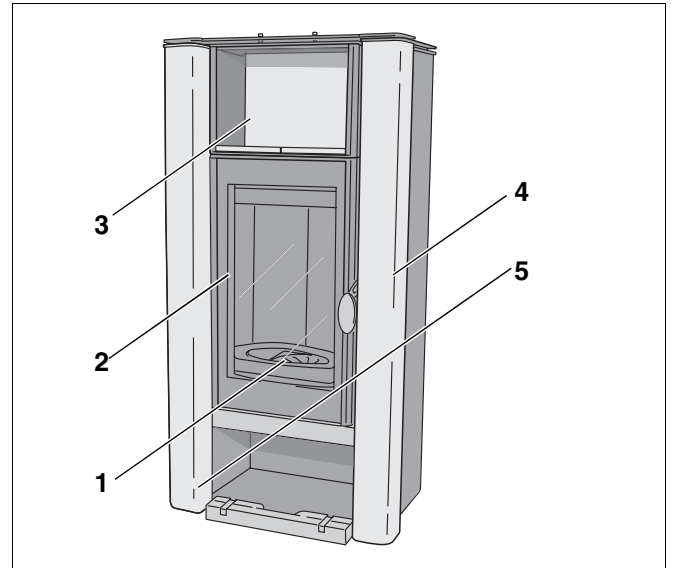
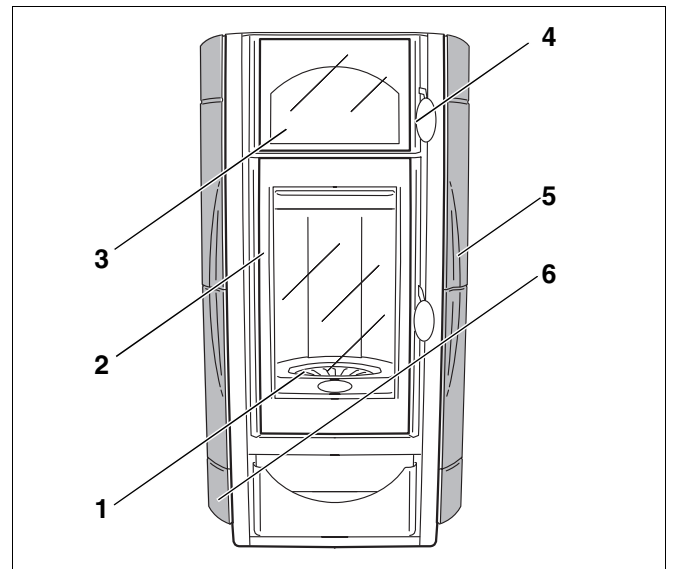

Abb. 2 Kaminofen blueline 4
Abb. 3 Kaminofen blueline 5 mit Kachelverkleidung
Der Kaminofen blueline 4 ist werkseitig mit zwei Seitenteilen aus Edelstahl ausgestattet (Abb. 2, **Pos. 4** und **5**). Bei Kaminofen blueline 5 sind die Seitenteile bauseitig mit Kacheln oder mit Naturstein Serpentino erstellt (Abb. 3, **Pos. 5** und **6**). Beim Kaminofen blueline 5 kann das Warmhaltefach mit einer Tür verriegelt werden (Abb. 3, **Pos. 4**).
- Rost (Abb. 2, **Pos. 1** und Abb. 3, **Pos. 1**).
- Feuerraumtür (Abb. 2, **Pos. 2** und Abb. 3, **Pos. 2**).
- Warmhaltefach (Abb. 2, **Pos. 3** und Abb. 3, **Pos. 3**).
- Seitenteile (Abb. 2, **Pos. 4** und **5** sowie Abb. 3, **Pos. 5** und **6**).